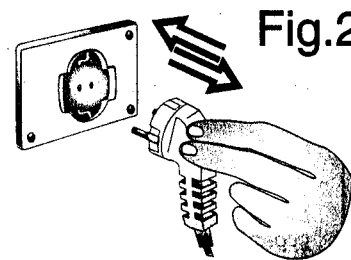

Fig.2
alla rete (Fig.2).
appliance (Fig.2).
5) Attendre au moins une heure, puis brancher l'appareil (Fig. 2).
5) Espere por lo menos una hora antes de conectar el enchufe a la red (Fig.2).
5) Espere cerca de uma hora antes de ligar a ficha à tomada da corrente (Fig.2).